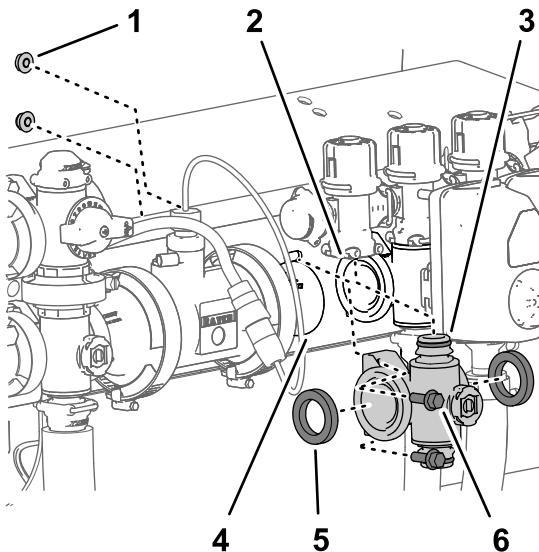

图 108
4. 对于左或右喷洒臂段阀歧管应松开将该喷洒臂段阀歧管固定至阀支架的 2 个凸缘头螺栓 $\frac{1}{4} \times \frac{3}{4}$ 英寸和 2 个凸缘锁紧螺母 $\frac{1}{4}$ 英寸 图 108。
5. 向下移动喷洒臂段阀歧管和垫片使之与喷洒臂段旁通阀分开然后再离开机器 图 108。